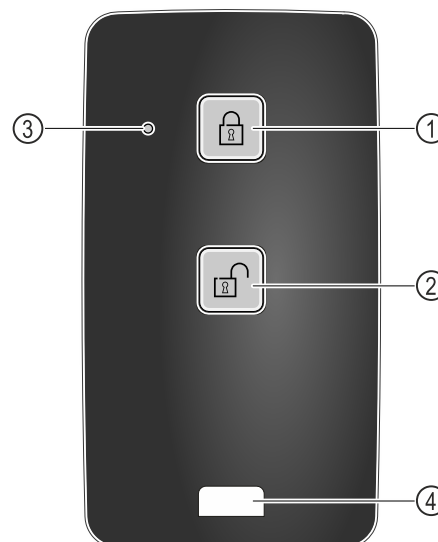

Fig. 249
- (1) Blokiranje brave
- (2) Deblokiranje brave
- (3) Žaruljica stanja
- (4) Očica za vezanje
- Pritisnite tipku Fig. 249 (1) na daljinskom upravljaču.
- Pritisnite tipku Fig. 249 (2) na daljinskom upravljaču.
- Žaruljica stanja Fig. 249 (3) daje vizualnu povratnu informaciju kada se neka tipka pritisne.
- Uporabite očicu Fig. 249 (4) za vezanje daljinskog upravljača, na primjer na snop ključeva.